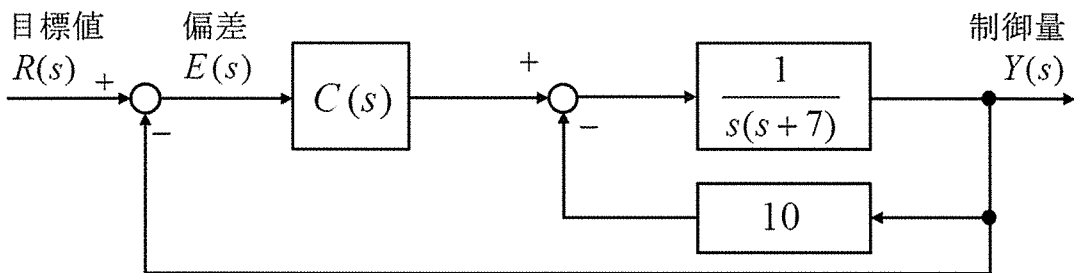

図2 フィードバック制御系
- (1) この理想気体の質量  $m$  を求めよ。  $\{ p_0, V_0, R, T_0 \}$
- (2) 定積比熱  $c_v$  [J/(kg·K)]と定圧比熱  $c_p$  [J/(kg·K)] を求めよ。  $\{ R, \kappa \}$
- (3) 状態1の圧力  $p_1$  と温度  $T_1$  を求めよ。  $\{ p_0, T_0, \varepsilon, \kappa \}$
- (4) 過程  $0 \rightarrow 1$  で気体が行う仕事  $L_{01}$  [J] を求めよ。  $\{ p_0, V_0, \varepsilon, \kappa \}$
- (5) 状態aの温度  $T_a$  を求めよ。  $\{ p_0, T_0, \varepsilon, \kappa \}$
- (6) 状態bの圧力  $p_b$  を求めよ。  $\{ p_0, T_0, \varepsilon, \kappa \}$
- (7) 過程Aで気体が行う仕事  $L_A$  [J] と気体に供給される熱  $Q_A$  [J] を求めよ。  $\{ p_0, V_0, \varepsilon, \kappa \}$
- (8) 過程Bで気体が行う仕事  $L_B$  [J] と気体に供給される熱  $Q_B$  [J] を求めよ。  $\{ p_0, V_0, \varepsilon, \kappa \}$
- (9) 過程  $1 \rightarrow a$  におけるエントロピー変化  $S_a - S_1$  [J/K] を求めよ。  $\{ p_0, V_0, T_0, \varepsilon, \kappa \}$
- (10) 過程  $1 \rightarrow b$  におけるエントロピー変化  $S_b - S_1$  [J/K] を求めよ。  $\{ p_0, V_0, T_0, \varepsilon, \kappa \}$
- (11) 過程Aと過程Bの  $T$ - $S$  線図（温度-エントロピー線図）の概略を，図2に示すように状態0から始めて，各状態点を実線で結びながら重ねて描け。ただし，各状態点（0, 1, a, b），温度（ $T_0, T_1, T_a, T_b$ ）とエントロピー（ $S_0, S_1, S_a, S_b$ ）も図中に示せ。
- (1) この系のゲイン定数と時定数を求めよ。
- (2) この系の単位ステップ応答を求めよ。
- III 図2のフィードバック制御系について考える。 $R(s), Y(s), E(s)$  は、それぞれ目標値、制御出力、偏差のラプラス変換を表す。図2において  $C(s) = \frac{K_I}{s}$  とおく ( $K_I$  は実数とする)。
- (1) 図2の制御系を安定にする  $K_I$  の範囲を求めよ。
- (2)  $K_I = 20$  とおく。目標値に対する定常位置偏差と定常速度偏差の値をそれぞれ求めよ。